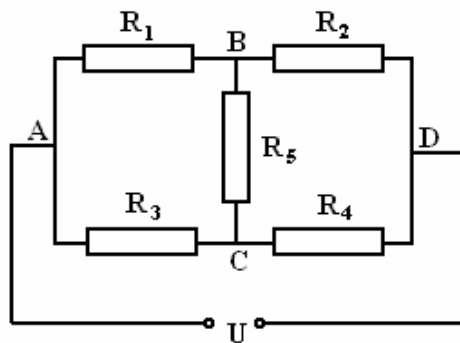

Рис. 1
Мостовой схемой называют представленную на рис. 1 схему соединения проводников. Участки АВ, ВD, АС и СD называются «плечи моста», а участки ВС и АD – «диагонали моста». Если сопротивления всех резисторов известны и задано напряжение на участке АD, можно, применяя правила Кирхгофа, рассчитать токи, текущие через каждый резистор. Особый интерес представляет случай, когда ток в диагонали ВС равен нулю. В этой ситуации говорят, что мост «сбалансирован». Выясним, при каких соотношениях между сопротивлениями резисторов возможен баланс моста.
10. Обоснуйте справедливость формулы (9) для расчета погрешности измерения сопротивления.
12. Как рассчитать сопротивление мостовой схемы, представленной на рис.1, если сопротивления всех резисторов известны?